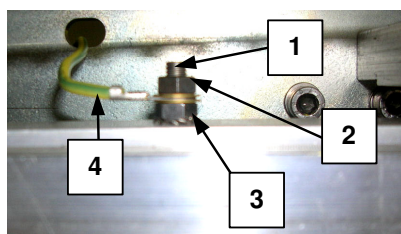

fig.5.12 (pos.1-fig.5.10)
- allentare il dado blocco del cavo di massa (n.2-fig. 5.12)
- allentare il dado n.3-fig.5.12
- allentare il grano di blocco della resistenza (n.1-fig.5.12)
- inserire la nuova resistenza nella barra in modo che la stessa sia completamente contenuta nella barra saldante e bloccarla con il grano (n.1-fig.5.12)
- inserire la nuova resistenza nella barra in modo che la stessa sia completamente contenuta nella barra saldante e bloccarla con il grano (n.3-fig.5.12)